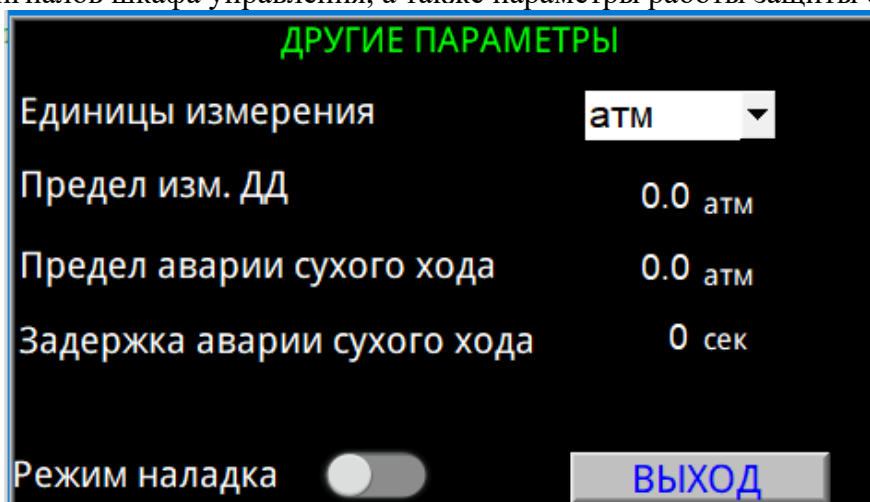

Рисунок 5 Окно «ДРУГИЕ ПАРАМЕТРЫ»
2.2.6. В окне «ДРУГИЕ ПАРАМЕТРЫ» (Рисунок 5) производится настройка входных измерительных сигналов шкафа управления, а также параметры работы защиты от сухого хода.